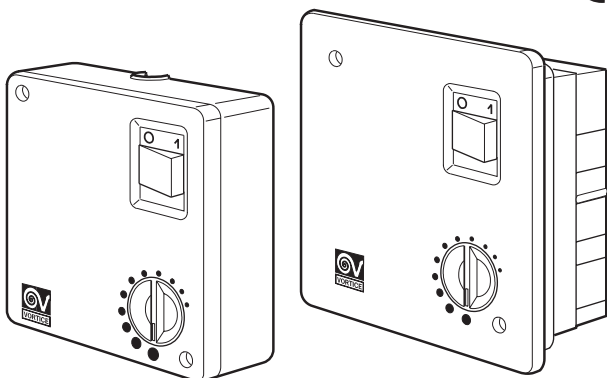

Fig. 1
Fig. 1 bis
- 1° Smontare il fondo (A) ed usarlo come dima per contrassegnare nella parete, la posizione dei due fori di fissaggio (Fig. 1).
- 2° Praticare i fori e fissare il fondo (A) mediante due tasselli ad espansione.
- 3° Introdurre nel fondo (A) (attraverso le apposite aperture da praticare) i conduttori da collegare all'apparecchio ed alla linea d'alimentazione, lasciandone sporgere la lunghezza ottimale per un facile fissaggio alla morsettiera (Fig. 1).
- 4° Fissare al fondo (A) il supporto cablaggio intermedio (B) mediante le relative viti (Fig. 1).